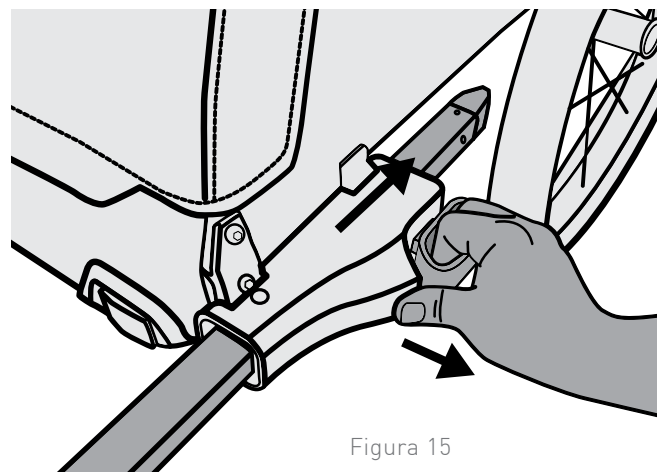

Figura 15
2. Ajuste la barra de remolque en la posición de paseo (Figura 15) sacando el pasador de retención secundario y tirando de la palanca de desacople del acople rápido, inserte la barra de remolque más hacia el remolque hasta que encaje en su posición y vuelva a montar el pasador de retención secundario.